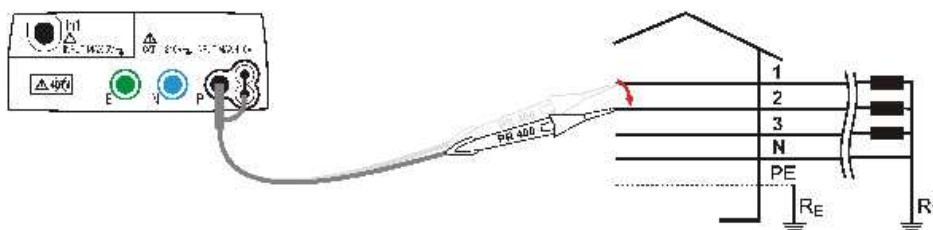

Abb. 26: Geräteanschluss zur Messung der Drehfeldrichtung mit einem Messkabel, Kontaktierung an Phase 2
8. Halten Sie nun das schwarze Messkabel an die 2. Phase, wie in Abb. 26 und Abb. 27.